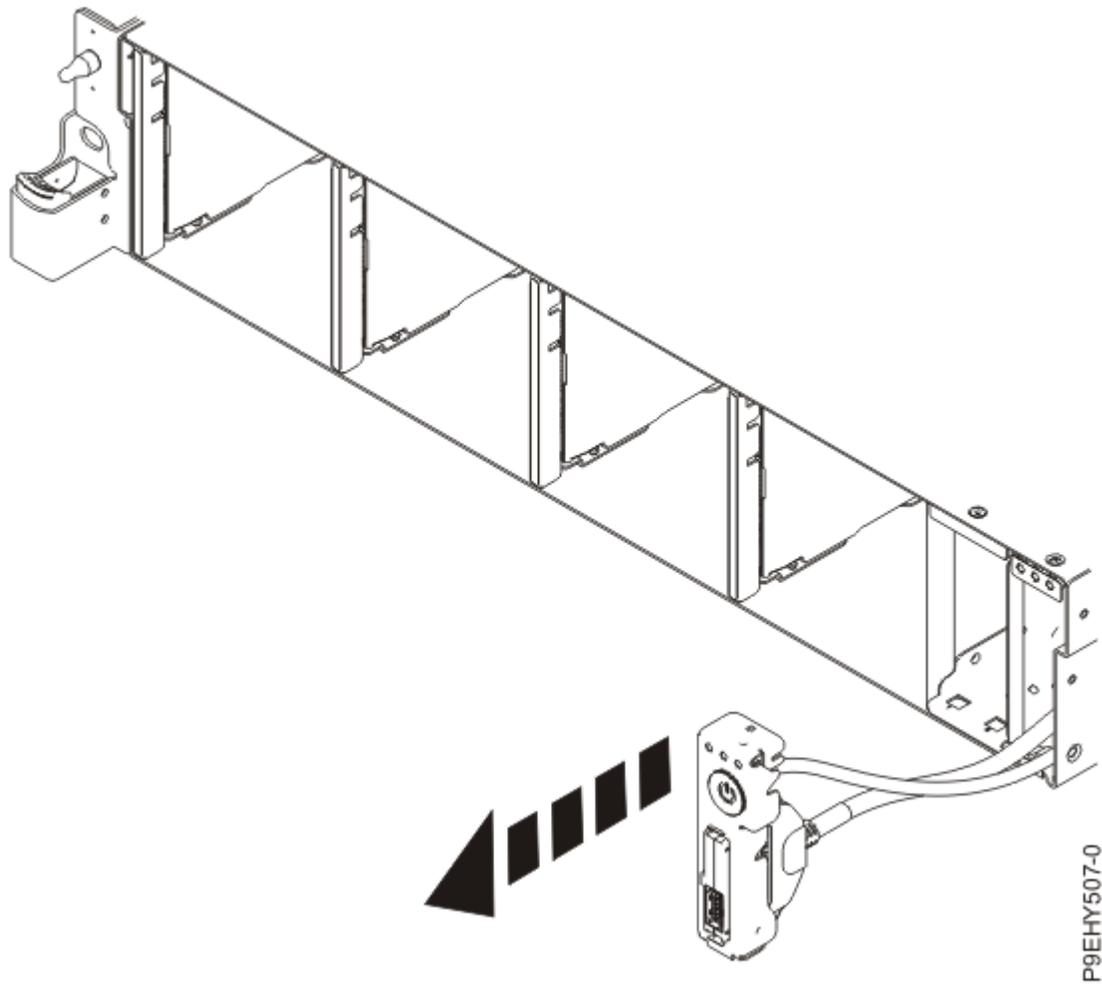

Figure 103. Extraction de l'ensemble interrupteur d'alimentation et cordon
9. Retirez l'interrupteur d'alimentation du système, comme illustré dans la Figure 103, à la page 128.